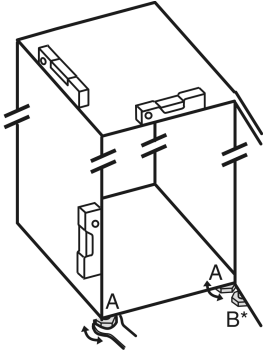

Fig. 46
- ▶ 用随附的开口扳手将垫脚 Fig. 46 (A) 借助水平仪旋出，直至稳固、平坦对齐冰箱。
- ▶ 使用随附的开口扳手旋出托架上的垫脚 Fig. 46 (B)，直至垫脚平置于地板。
- ▶ 将垫脚 Fig. 46 (B) 继续旋转 90°。